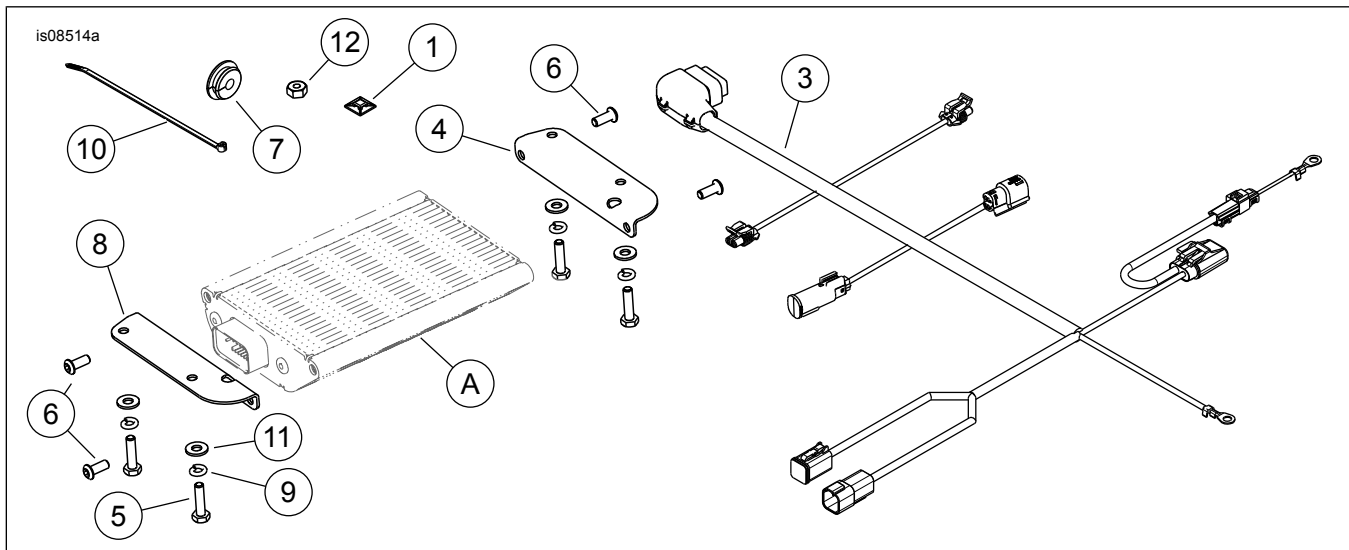

Figure 5. Pièces de rechange, kit d'installation d'amplificateur
Voir Figure 5 et Tableau 1.
1. Nettoyer l'étiquette de capacité à l'intérieur du Tour-Pak avec un mélange composé à parts égales d'alcool isopropylique et d'eau distillée. Voir Figure 5. Apposer la **nouvelle** étiquette de capacité (2) fournie avec le kit sur l'étiquette d'origine. Remarque : l'installation de l'amplificateur modifie la capacité de charge.
2. Fixer les supports (4 et 8) sur l'amplificateur (A) à l'aide des vis (6). Serrer les vis alternativement.
Ces orifices sont destinés aux contacts [36TB] et [37TB] du faisceau d'amplificateur ( Figure 5, Article 3), dont la connexion est réalisée pendant la pose du kit du haut-parleur Tour-Pak Boom! Audio Stage II.